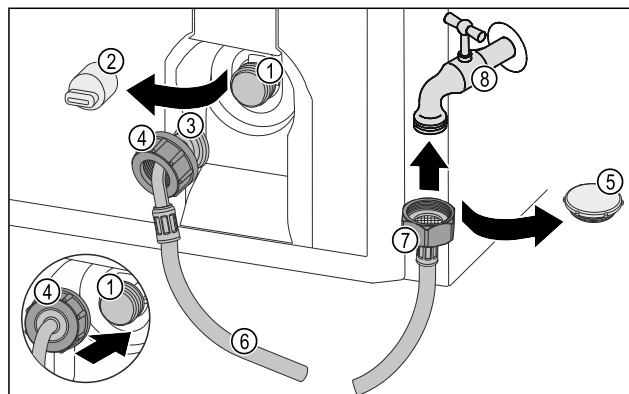

Fig. 16
- ▷ Зніміть захисний ковпак Fig. 16 (5).
- ▷ Приєднайте прямий кінець шланга Fig. 16 (7) до водяного крана Fig. 16 (8).
- ▷ Затягніть гайку на прямому кінці шланга Fig. 16 (7) за годинниковою стрілкою.